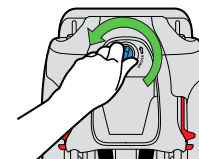

Figura 20
- Gire el cierre del panel de acceso hacia la izquierda y tire de él para quitarlo, como se muestra en la **figura 20**.